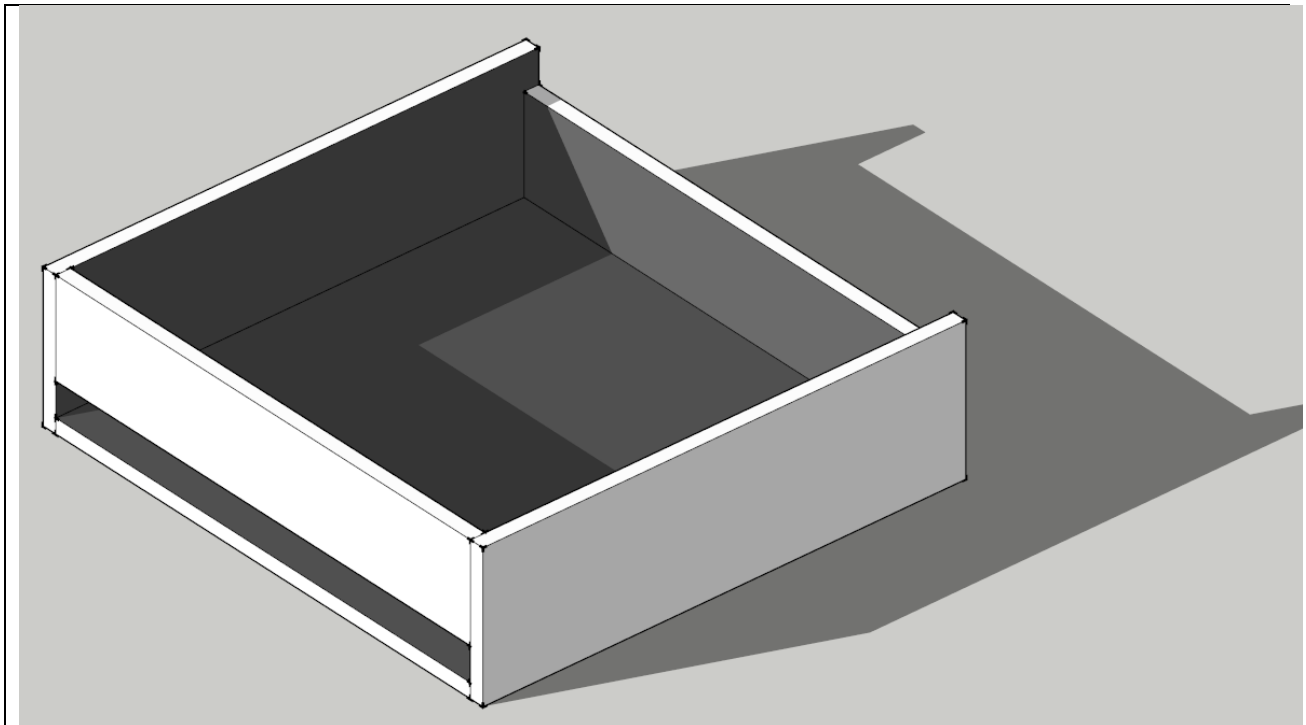

Figura 11: Vista frontal del cuerpo del secadero donde se pintó el interior de negro mate.
Paso 6: Para favorecer la captación de la energía solar se debe pintar de negro mate la superficie interior del cuerpo del secador, ello se realiza con pintura base acuosa porque el solvente de las pinturas comunes atacan al poli-estireno expandido (telgopor), la terminación del cuerpo del secadero se muestra en la figura 11.